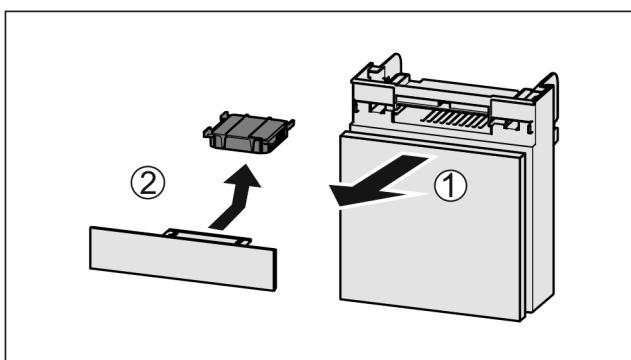

Fig. 115
- Издърпайте Fig. 115 (1) напред от делението.
- Извадете Fig. 115 (2) филтъра с активен въглен.